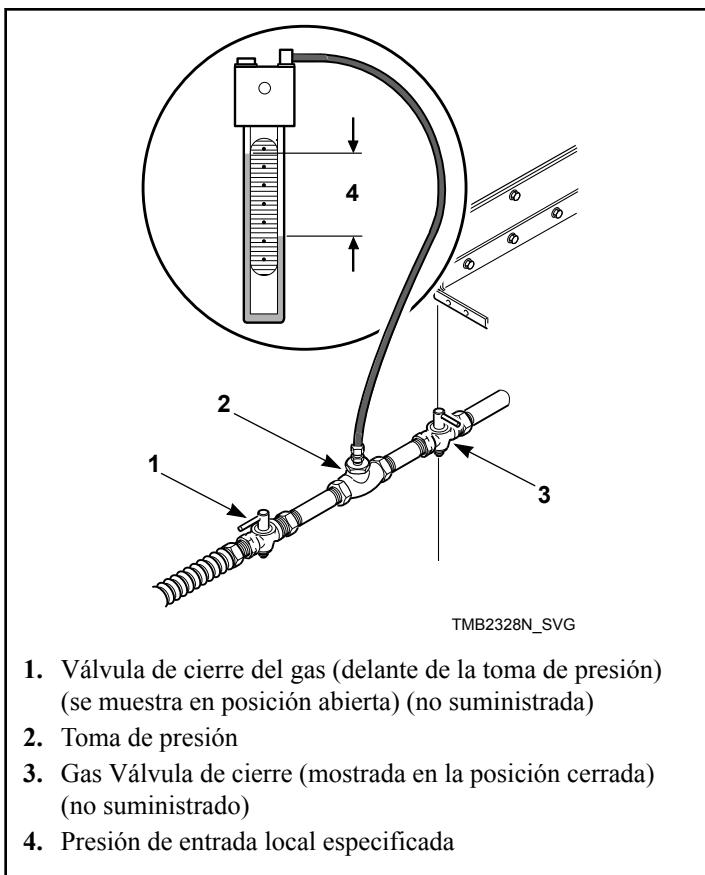

Figura 14
1. Desconecte la corriente eléctrica de la secadora. Cierre la válvula de corte de la secadora. Consulte la *Figura 14*.